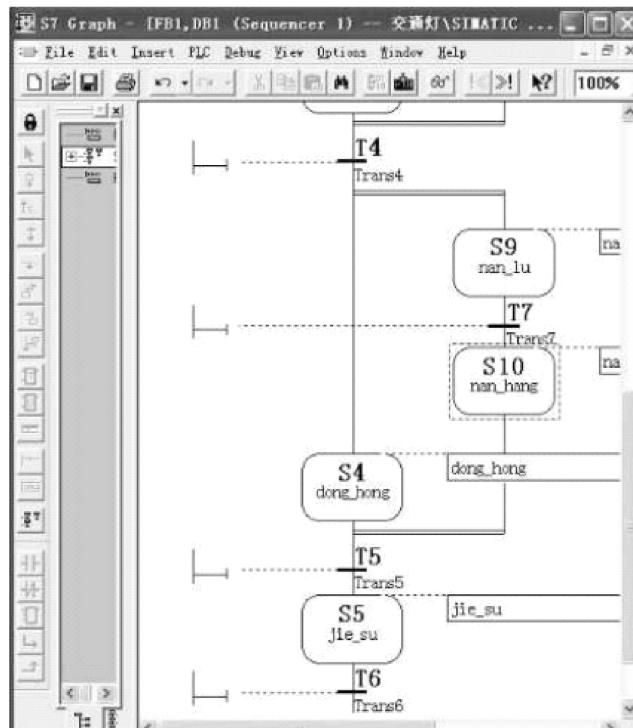

图 6-30 编写另外两个并行的分支和合并的“步”
5) 利用同样的方法插入另外一个并行分支和合并的“步”，如图 6-30 所示的“S9”和“S10”。